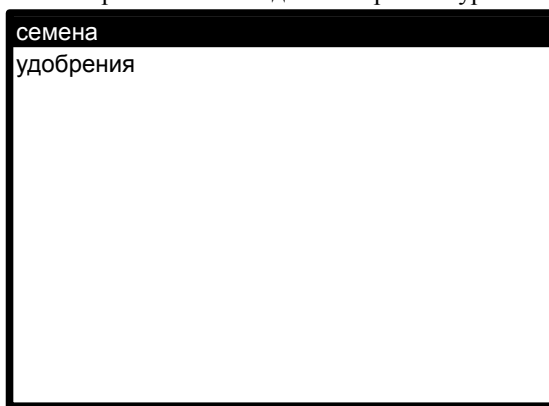

Рисунок 4.13. Выбор контура посева для просмотра или редактирования параметров
8. Для посевных комплексов с отдельными системами посева при выборе некоторых пунктов меню параметров (нормы посева, датчиков потока) предварительно открывается окно для выбора контура посева (рис. 4.13).